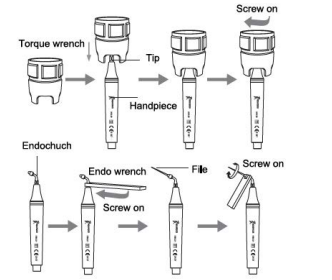

図2
2.2.3 チップとエンドチャックの取り付け方向は、図2に示す通りです。